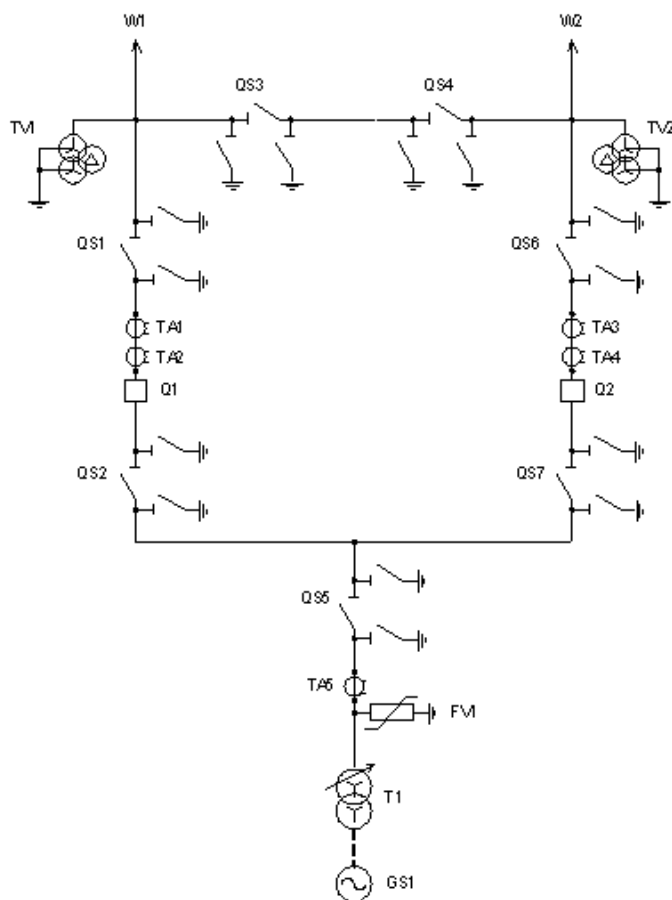

Рисунок 4.1 – Электрическая схема соединений РУ «заход-выход»
4. Соберите схему (рисунок 4.1).